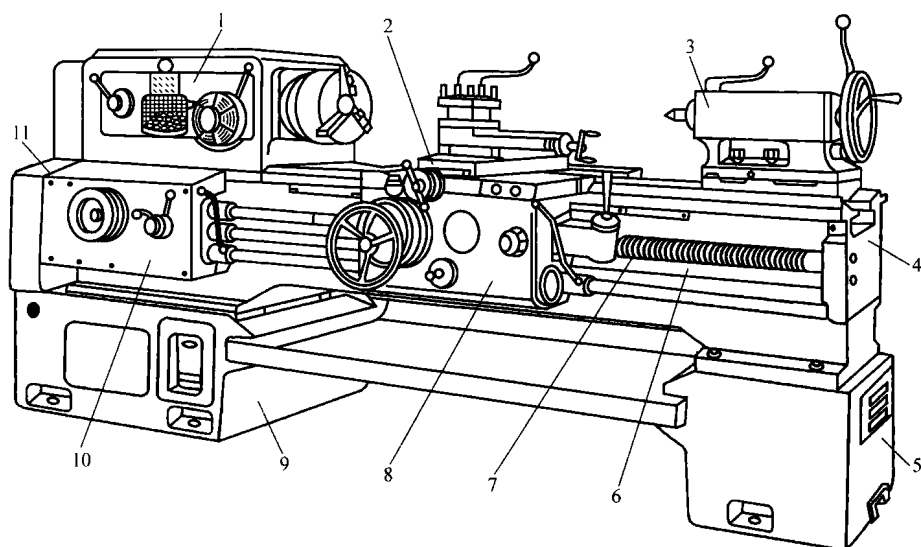

图 1.1 卧式车床外形
1) 对机床的外形、总体布局以及各部件进行观察分析,理解各部件的功用和结构特点。图 1.1 为卧式车床的外形图。
1) CA6140 型车床、CY6140 型车床各 1 台。卧式车床外形如图 1.1 所示。